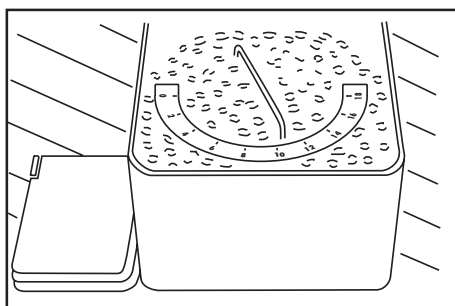

Fig. 8
- Regular la manecilla de molido del café sobre uno de los valores siguientes (fig. 8):